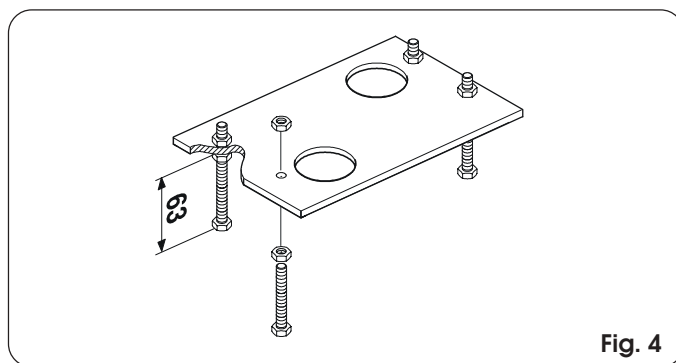

Fig. 4
- 1) Assemblare la piastra di fondazione come da Fig. 4.